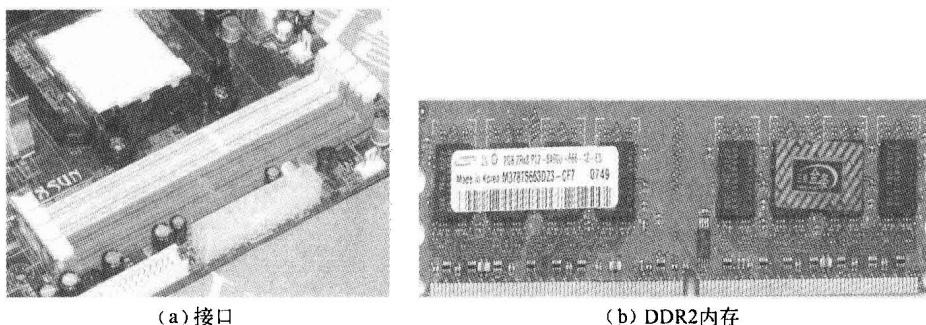

图 1-10 DDR2 接口及内存
(3) DDR2 (DIMM DDRAM) 接口及内存：它为 240 引脚 DIMM 结构，如图 1-10 所示。金手指每面有 120 个引脚。与 DDR DIMM 一样，金手指上也只有一个卡口。但是，卡口的位置与 DDR DIMM 稍微有一些不同。因此，DDR 内存是插不进 DDR2 DIMM 的。同理，DDR2 内存也是插不进 DDR DIMM 的。因此，在一些同时具有 DDR DIMM 和 DDR2 DIMM 的主板上，不会出现将内存插错接口的问题。